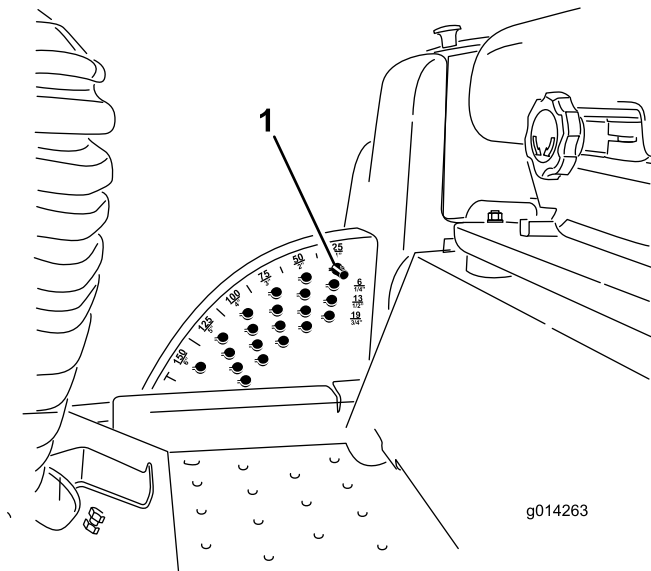

Figura 18
**Nota:** Per bloccare il piatto di taglio/l'accessorio in posizione sollevata, sollevatelo oltre la posizione di 15 cm, togliete la spina di fermo dell'altezza di taglio (vedere Regolazione dell'altezza di taglio) e inseritela nella posizione dell'altezza di taglio di 15 cm (Figura 18).
1. A motore acceso, tirate indietro l'interruttore di sollevamento del piatto di taglio fino a sollevare completamente il piatto e **rilasciate immediatamente l'interruttore** (Figura 18).
2. Per eseguire una regolazione, girate la spina di arresto fino a quando la protuberanza sulla medesima non si trova allineata con gli intagli previsti nei fori della staffa dell'altezza di taglio, quindi rimuovetela (Figura 18).
3. Nella staffa dell'altezza di taglio scegliete un foro corrispondente all'altezza di taglio richiesta, inserite la spina e bloccatela per mantenere questa posizione (Figura 18).
**Nota:** Vi sono quattro file di fori di posizionamento (Figura 18). La fila superiore fornisce l'altezza elencata sopra la spina. La seconda fila fornisce l'altezza elencata più 6 mm. La terza fila fornisce l'altezza elencata più 13 mm. La fila inferiore fornisce l'altezza elencata più 18 mm. La posizione di 15,2 cm ha un solo foro, situato nella seconda fila, che non aggiunge 6 mm alla posizione di 15,2 cm.